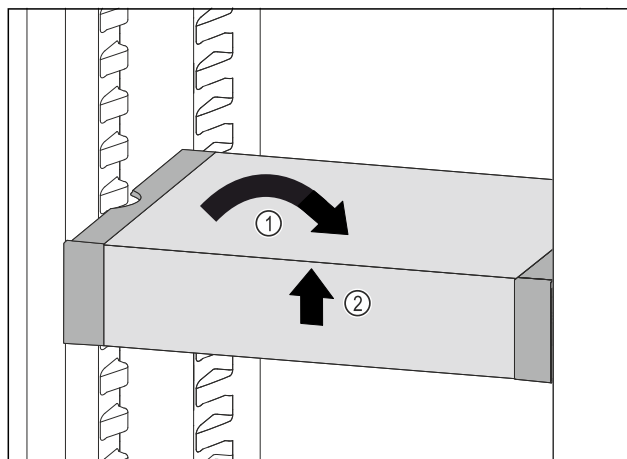

Fig. 97
- Vendosni drejt VarioSafe. Fig. 97 (1)
- Ngrini lart VarioSafe në pjesën përpara. Fig. 97 (2)